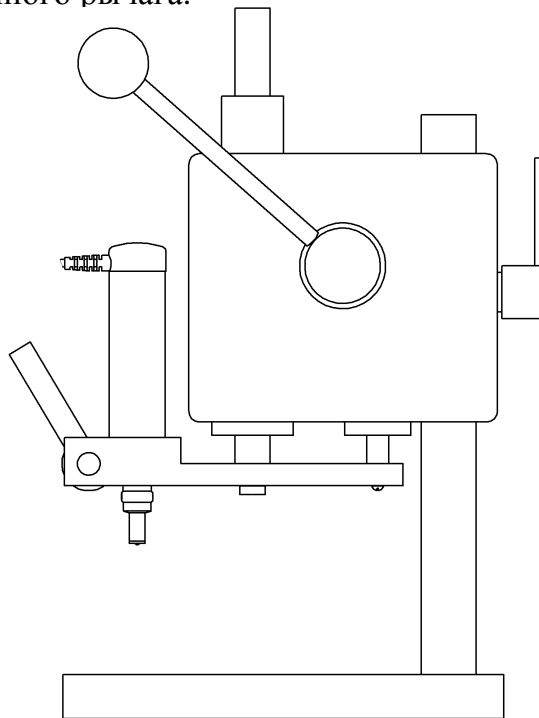

Рис. 1. Крепление преобразователя в штативе.
- 4.1. Установить преобразователь в стойку, как показано на рис. 1, закрепить его с помощью зажимного рычага.